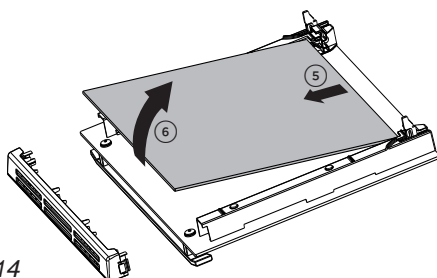

Fig. 4.14
- Sollevare ed estrarre delicatamente il vetro intermedio sganciandolo dagli incavi di aggancio inferiori (fig. 4.14).